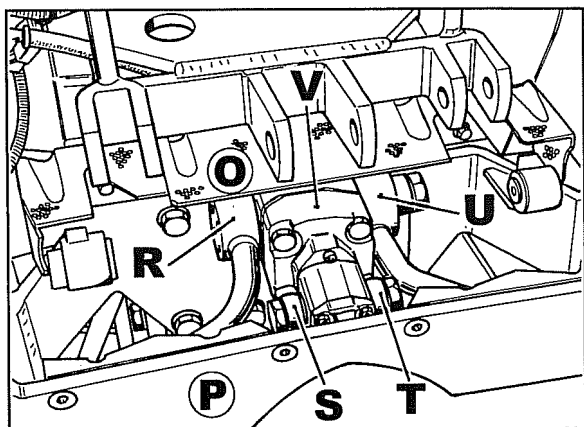

Abb. 19
- 20 Das Schutzgitter **O** Abb. 19 entfernen.
- 21 Den Ballastträger **P** Abb. 19 lockern, die Druck- und Saugleitungen **R**, **S**, **T** und **U** der beiden Pumpen abtrennen, dann den Ballastträger entfernen.
- 22 Die Pumpe **V** Abb. 19 ausbauen.